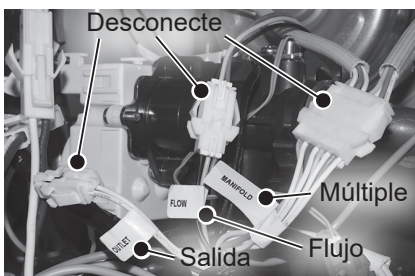

Figura 40 - Desconexión del múltiple, flujo y salida
- 16** Ubique el mazo de cables del múltiple y desconéctelo. Consulte la Figura 40.
- 17** Ubique el mazo de cables de flujo y desconéctelo. Consulte la Figura 40.
- 18** Ubique el mazo de cables del termistor de salida y desconéctelo. Consulte la Figura 40.